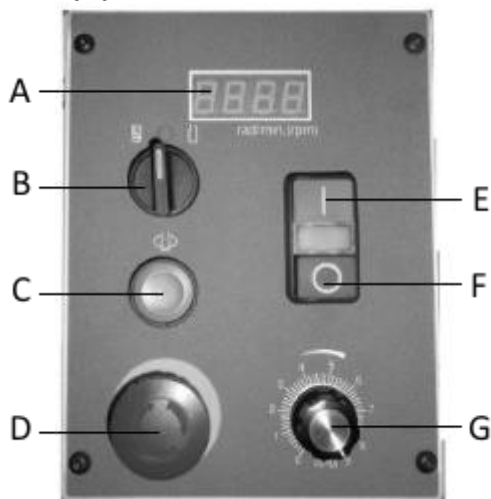

Рис.4
- Поверните переключатель (B, рис.4) в положение для сверления.
- Нажмите кнопку (E) для запуска шпинделя.
- Используйте ручку (G, рис.4) для установки желаемой скорости. Значение скорости можно увидеть на экране.
- Нажмите кнопку (F, рис.4) для остановки вращения шпинделя.
- При аварийной ситуации нажмите кнопку аварийной остановки (D, рис.4) для полной остановки станка.
- Поверните переключатель (B, рис.4) в положение для нарезания резьбы.
Переключение между режимами следует делать только после остановки вращения шпинделя. Регулировка скорости в пределах выбранного режима производится ручкой (G, рис.4) на панели управления.